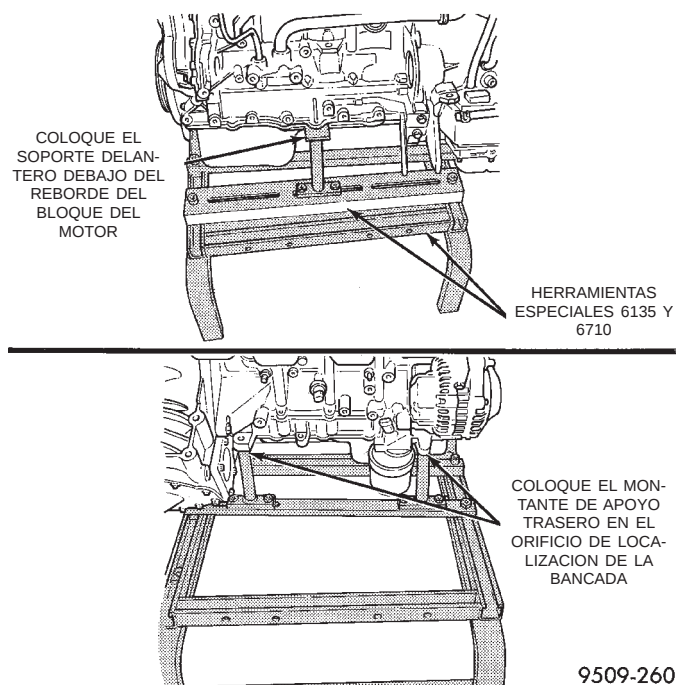

Fig. 19 Emplazamiento de los soportes de montante de apoyo del armazón de motor
(1) Eleve el vehículo sobre un elevador y retire el zócalo interno. Retire del larguero del bastidor los dispositivos de fijación verticales del conjunto de soporte del motor derecho (Fig. 19).
(2) Baje el vehículo. Retire la carga de los soportes del motor, apoyando con cuidado el conjunto de motor con un gato de suelo.
(3) Retire los tres pernos que fijan el conjunto de soporte del motor a la ménsula del motor.
(4) Desplace a un lado el secador del sistema de aire acondicionado.
(5) Retire el depósito del sistema de recuperación de refrigerante. Para informarse sobre el procedimiento, consulte el grupo 7, Sistema de refrigeración.
(6) Retire el soporte derecho del motor.
(7) Retire los tres pernos que fijan la ménsula de soporte del motor al bloque de cilindros.
miento sobre los orificios de localización del motor y el reborde de la bancada. Baje el vehículo y coloque el armazón hasta que el motor se apoye sobre los montantes (Fig. 19). Apriete los soportes al marco del armazón. Esto evitará que los montantes de apoyo se muevan, cuando retire o instale el motor y la transmisión.